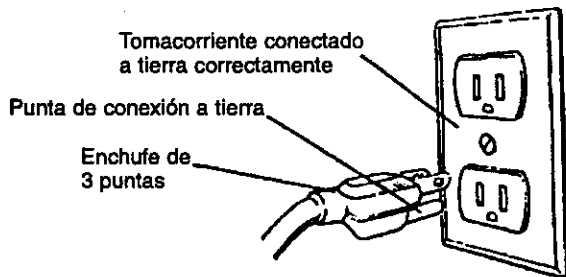

Figura 2 - Receptáculo de 3 Puntas
- Esta herramienta viene equipada con un cordón de 3 conductores, aprobado, con capacidad de 150V y con un enchufe de 3 puntas del tipo de conexión a tierra (vea la Figura 2) para su protección en contra de los peligros de choque eléctrico.
- El enchufe de conexión a tierra se debe enchufar directamente en un receptáculo de conexión a tierra de 3 puntas, conectado a tierra e instalado correctamente, como se muestra (Figura 2).